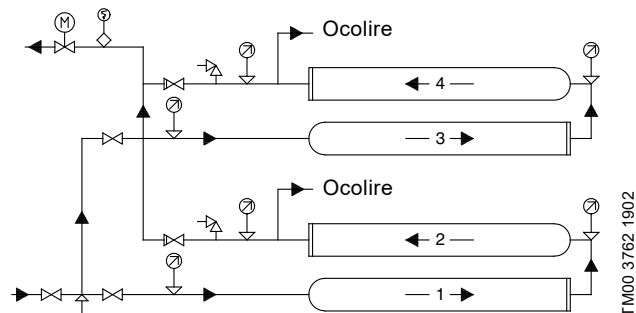

Fig. 8 Sistem de presurizare cu două module conectate în serie și în paralel, montate unul de altul
- Pentru modulele conectate în serie și în paralel, montate unul peste altul, recomandăm conectarea conductelor așa cum se indică în fig. 8.